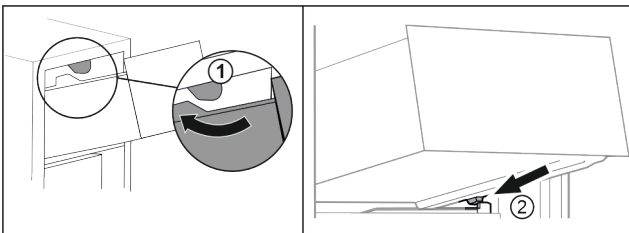

Fig. 17
- ▶ Обвести висувний ящик навколо верхнього стопора. Fig. 17 (1)
- ▶ Встановити висувний ящик за нижніми стопорами на ребро для резервуару навскоси. Fig. 17 (2)